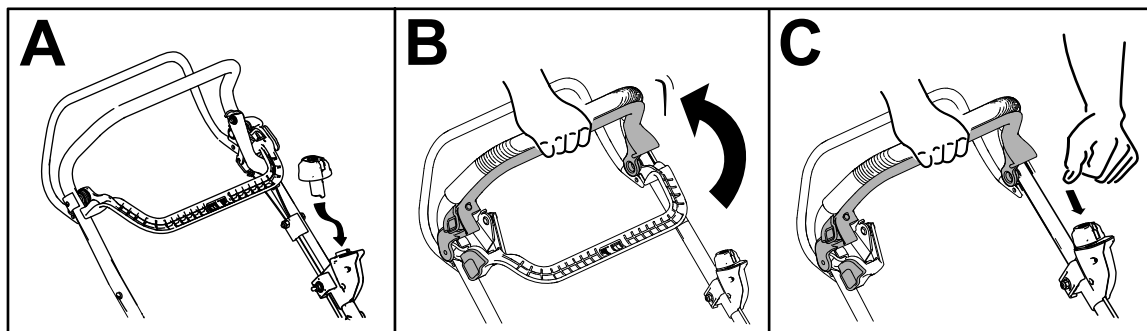

Рисунок 14
2. Вставьте кнопку электрического запуска в переключатель электрического запуска (вид А на рис. Рисунок 14).
3. Потяните штангу управления ножом в направлении рукоятки и удерживайте ее (Рисунок 14).
4. Нажмите кнопку электрического запуска и держите нажатой, пока двигатель не запустится (вид С на Рисунок 14).